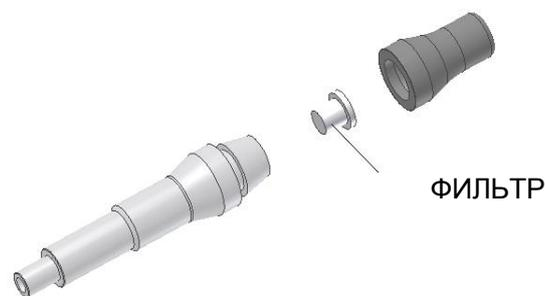

рис. 10.1
Дезинфекцию слюноотсасывателя необходимо поводить не реже одного раза в день. Для дезинфекции рекомендуется применять средство SAVO Prim. Минимум 10мл 1%-ого концентрата необходимо всосать наконечником слюноотсоса. Не реже одного раза в день необходимо прочищать фильтр внутри инструмента (см. рис. 10.1). После каждого пациента необходимо промывать шланг слюноотсасывателя. Наконечники слюноотсасывателя предназначены для однократного использования!
- Фильтр внутри слюноотсасывателя (рис. 10.1)